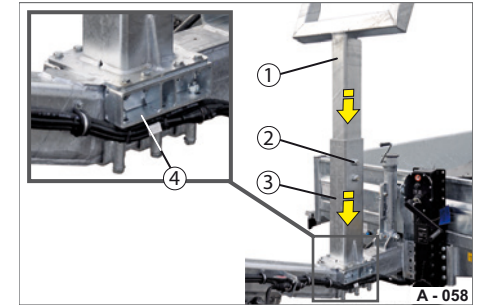

Abb. 62 Förderbandträger montiert
- ▶ Positionieren Sie den Ständer (Abb. 62/3) mit Schuhkonsole (Abb. 62/4) auf der Zugdeichsel.
- ▶ Stecken Sie die U-Rohrgabel (Abb. 62/1) oben in den Ständer ein.
- ▶ Ziehen Sie die Verschraubung (Abb. 62/2) fest an.